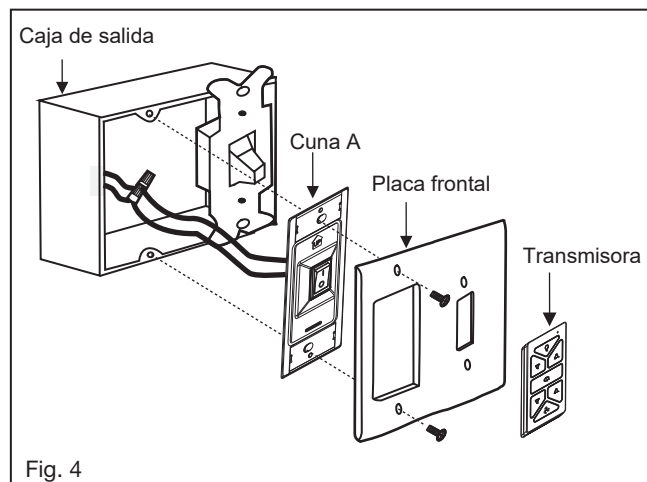

Fig. 4
- 9 Levante la bola / varilla / ventilador en la abertura del soporte de suspensión. **NOTA:** La lengüeta opuesta a la abertura del soporte del colgador debe encajar en la ranura de la bola. (Fig. 4)